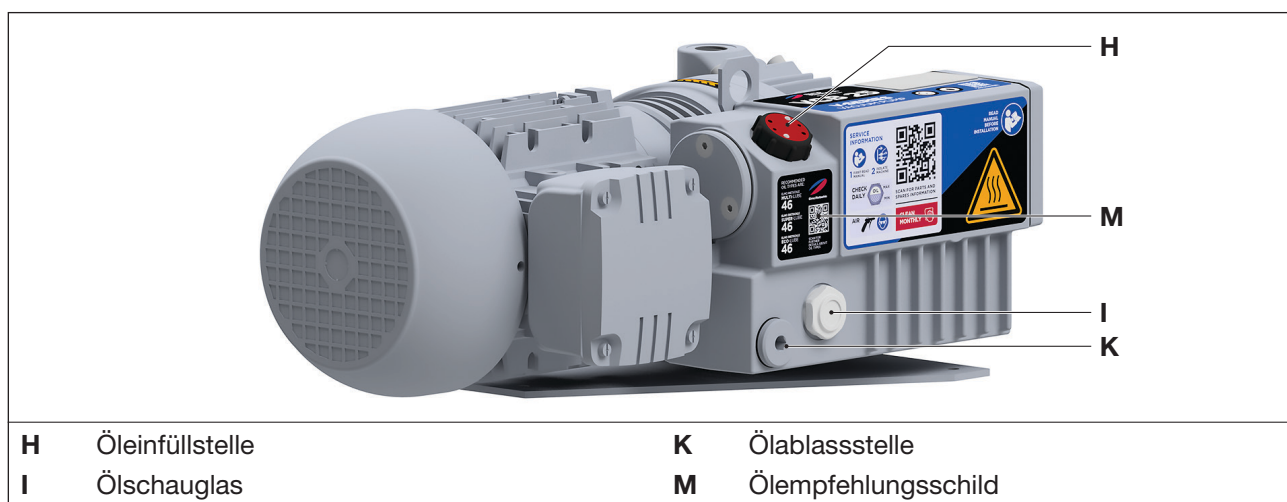

Abb. 6 Ölwechsel
Als Betriebsmittel empfehlen wir die Verwendung der Elmo Rietschle Öle, siehe auch Ölempfehlungsschild (Abb. 6/M) sowie Tab. 3 auf Seite 30:
- b) Verschluss der Öleinfüllstelle (Abb. 6/H) öffnen und Öl bis zur Oberkante des Schauglases (Abb. 6/I) auffüllen.
- b) Verschluss der Öleinfüllstelle (Abb. 6/H) und Ölablassstelle (Abb. 6/K) öffnen und Altöl vollständig ablassen.
- c) Ölablassstelle (Abb. 6/K) verschließen und neues Öl an der Öleinfüllstelle (Abb. 6/H) bis zur Oberkante des Schauglases (Abb. 6/I) einfüllen.
- d) Ölstand am Schauglas (Abb. 6/I) kontrollieren.